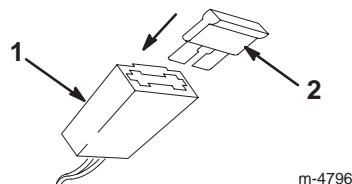

Figure 7
2. Placez le fusible dans le porte-fusible comme indiqué à la Figure 7.